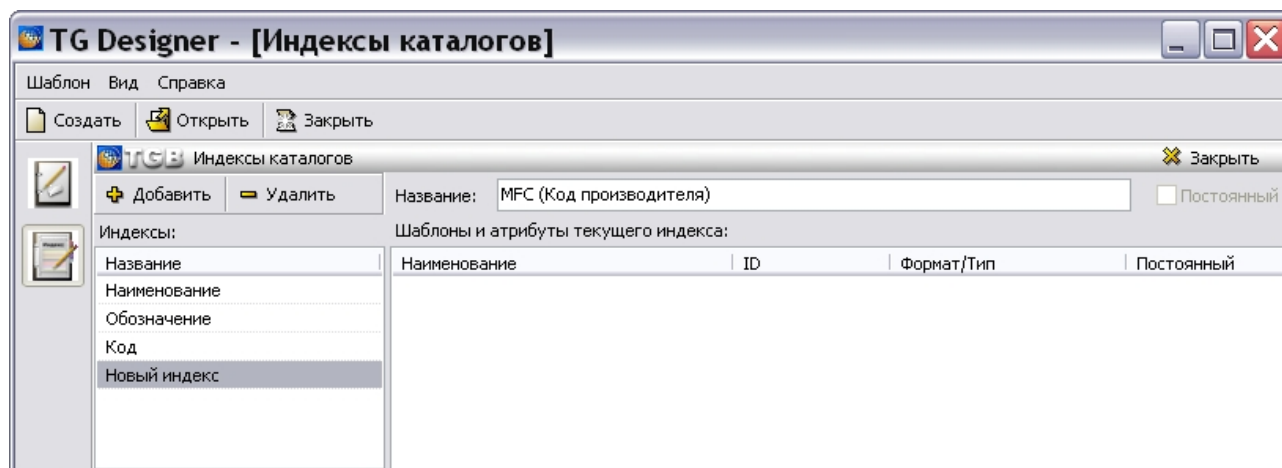

Рис. 5.4
1. На инструментальной панели левого окна нажмите на кнопку **Добавить индекс** . После этого в списке индексов левого окна появится название «Новый индекс» (Рис. 5.4).
2. Над правым окном в окошко **Название** введите название индекса «MFC (Код производителя)» (Рис. 5.4).